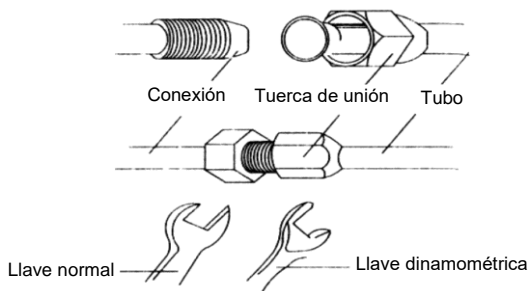

Fig. 18
- b. Luego apriete la tuerca con una llave dinamométrica hasta que la llave comience a saltar (ver la Fig. 18).